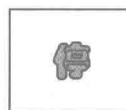

图 1-1 危险符号
- (1) 危险：该符号提醒人们注意高度危险的人身伤害，必须随时遵守，如图1-1所示。